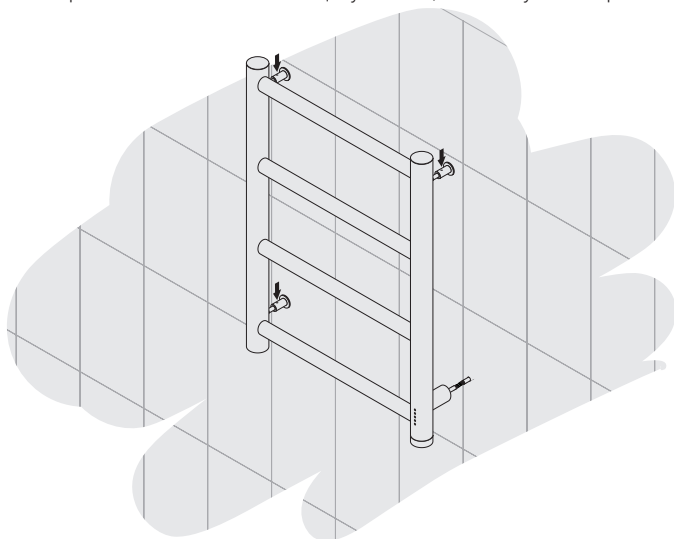

Рис.9
4.2.5. Произвести «черновой» монтаж полотенцесушителя, используя стопорные винты (рис. 9).